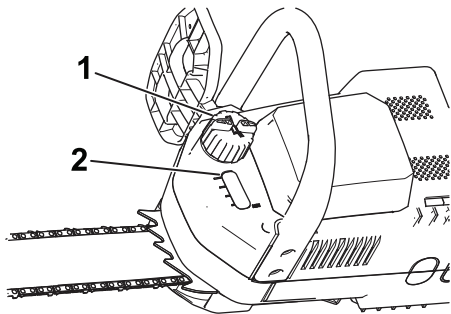

Bild 1
2. Reinigen Sie den Bereich um den Öldeckel (Bild 1).
3. Nehmen Sie den Deckel ab und gießen Sie Öl in die Kettensäge, bis das Öl das Schauglas füllt (Bild 1).